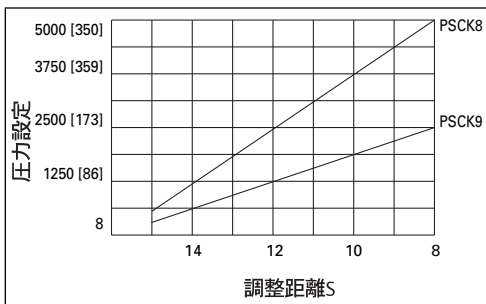

図4
3. レンチで圧力設定を保持しながら、ロックナットを時計方向に締め付ける（4-N-M）。（設定についてはグラフ、図4を参照。[グラフはおおまかなガイド用なので、切換ポイントを正確に調べるには、圧力計を使用します]）
注意：図4の調整距離Sは調整ネジ端からスイッチ本体（ロックナットが収まっていた）までです。